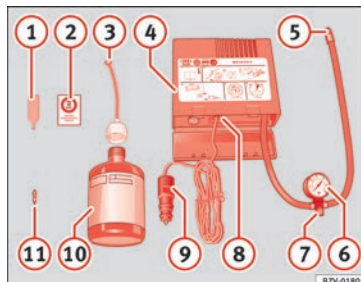

Fig. 97 Représentation standard : contenu du kit antirevaillon.
Le kit antirevaillon se trouve dans le coffre à bagages, sous le revêtement de plancher. Il inclut les composants suivants » **fig. 97** :
Revissez le tuyau de gonflage » fig. 97 ⑤ et vérifiez la pression du manomètre ⑥.